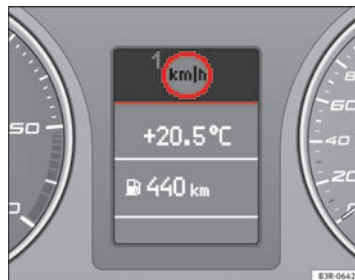

Fig. 56 Pantalla: Aviso sobre la velocidad
velocidad del vehículo sobrepase en unos 10 km/h la velocidad programada, se emite una señal acústica de aviso. Al mismo tiempo aparece un símbolo de advertencia en la pantalla digital ⇒ fig. 56.
El símbolo del dispositivo de aviso sobre la velocidad en la pantalla ⊖ del límite de aviso 1 ⇒ fig. 56 se visualiza si se supera la velocidad máxima programada. Se apagará de nuevo cuando la velocidad del vehículo sea inferior a la velocidad máxima programada.
- Pulse la tecla CHECK hasta que aparezca el símbolo ⇒ fig. 56.